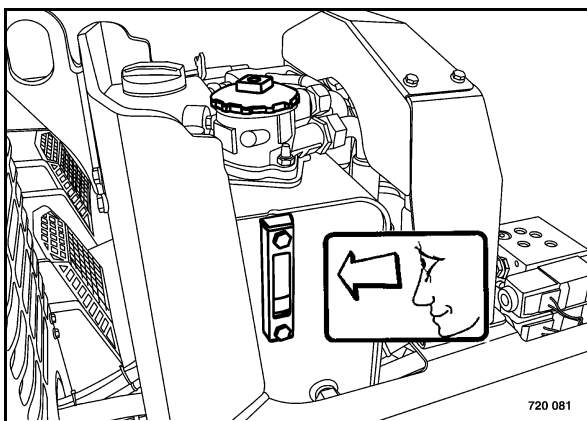

Рис. 126
- Проверить уровень масла в смотровом стекле (Рис. 126).